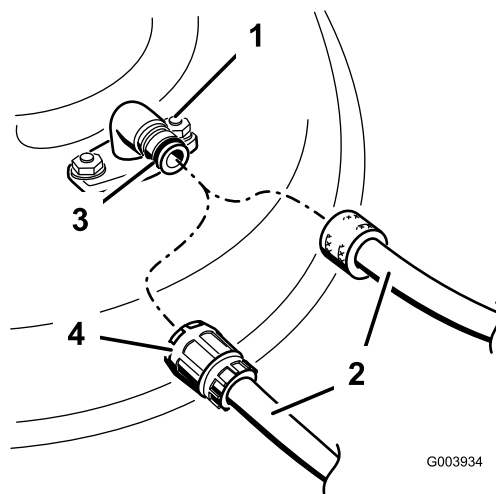

Figure 23
4. Branchez un flexible au raccord de lavage et ouvrez l'arrivée d'eau à fond (Figure 23).